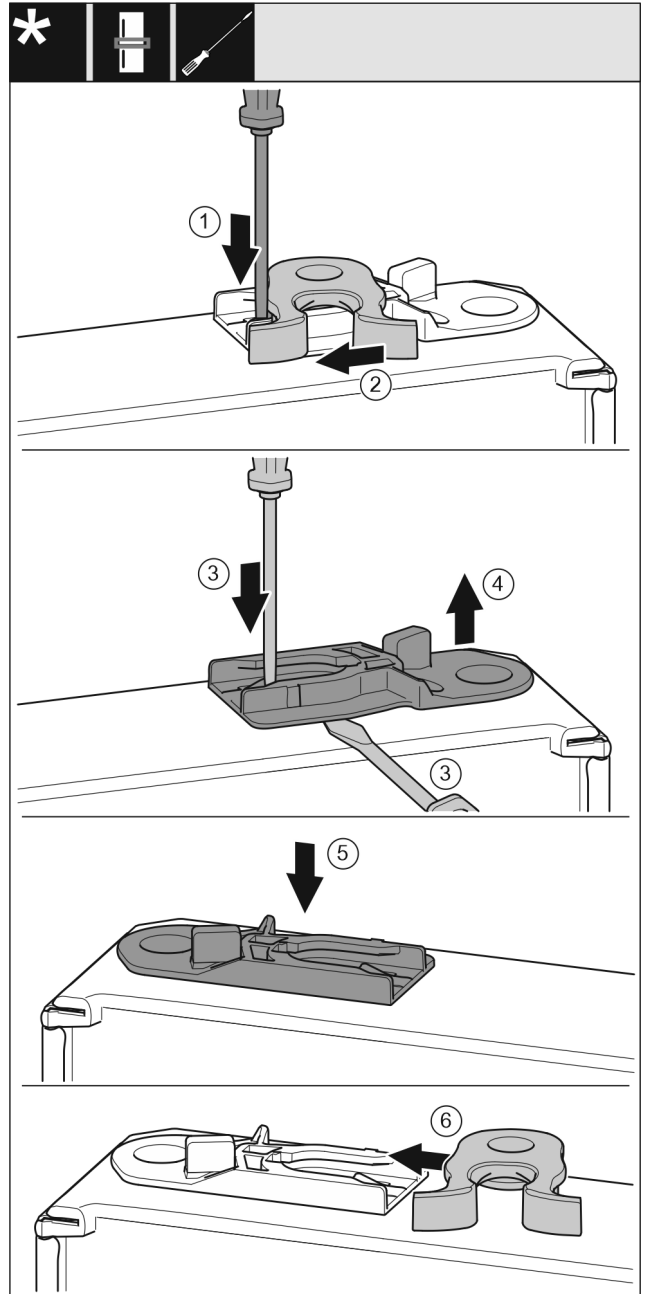

Fig. 18
- Ravnim odvijačem pritisnite jezičac prema dolje. Fig. 18 (1)
- Izvucite kuku za zatvaranje iz vodilice. Fig. 18 (2)
- Izvucite čahuru za vođenje: Ravnim odvijačem pritisnite jezičac i istovremeno umetnite ravni odvijač ispod čahure za vođenje. Fig. 18 (3, 4)
- Gurnite čahuru za vođenje koja je uključena u isporuku na drugoj strani uređaja. Fig. 18 (5)
- Gurnite kuku za zatvaranje u vodilicu. Fig. 18 (6)